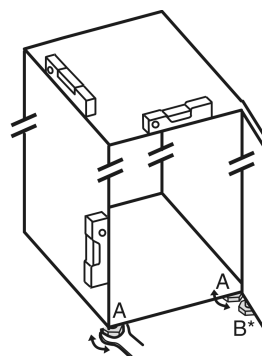

Fig. 4
- Развивайте регулируемите крачета Fig. 4 (A) с приложения гаечен ключ и с помощта на нивелир, докато уредът се изравни стабилно и хоризонтално.
► Развийте регулируемото краче Fig. 4 (B) на лагерната стойка с приложения гаечен ключ, докато то опре върху пода.
► Завъртете регулируемото краче Fig. 4 (B) с още 90°.